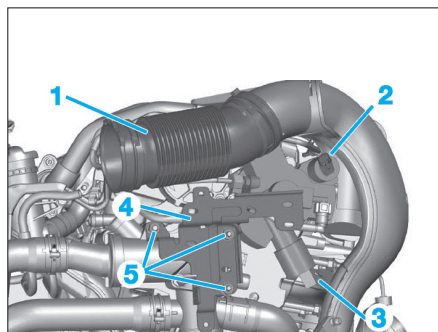

Fig. 31
- le conduit d'air (1) (Fig.31).
- Débrancher les connecteurs (2) et (3).
- Écarter le faisceau électrique attachant au support (4).
- les écrous (5)
- le support (4) du faisceau électrique